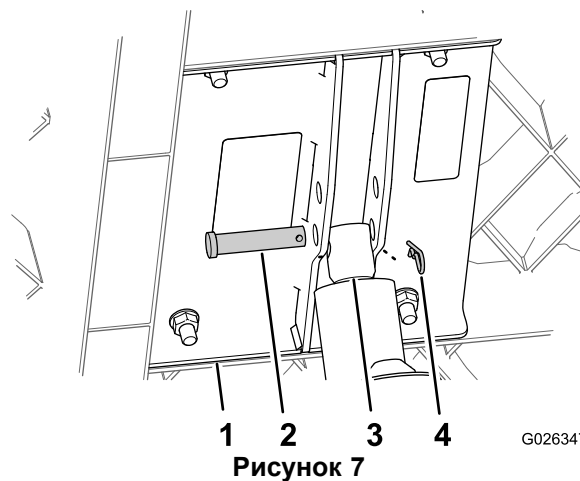

Рисунок 7
5. Извлеките с подъемного кронштейна шплинтуемый штифт со шплинтом (Рисунок 7).
6. Отделите шток привода грузового кузова от подъемного кронштейна (кронштейнов) (Рисунок 7).